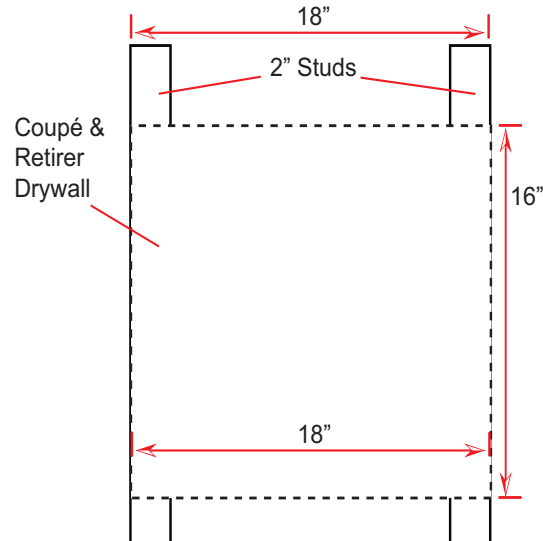

Figure 3. Préparation de la surface de montage pour montage mural Contreplaqué
- b. Identifier et marquer une zone d'installation sur la cloison sèche entre le bord extérieur de chaque montant qui correspond à la taille du contreplaqué (au moins 18 po. W x 16 po. H) (Figure 3). Ensuite, découpez cette zone de la cloison sèche.